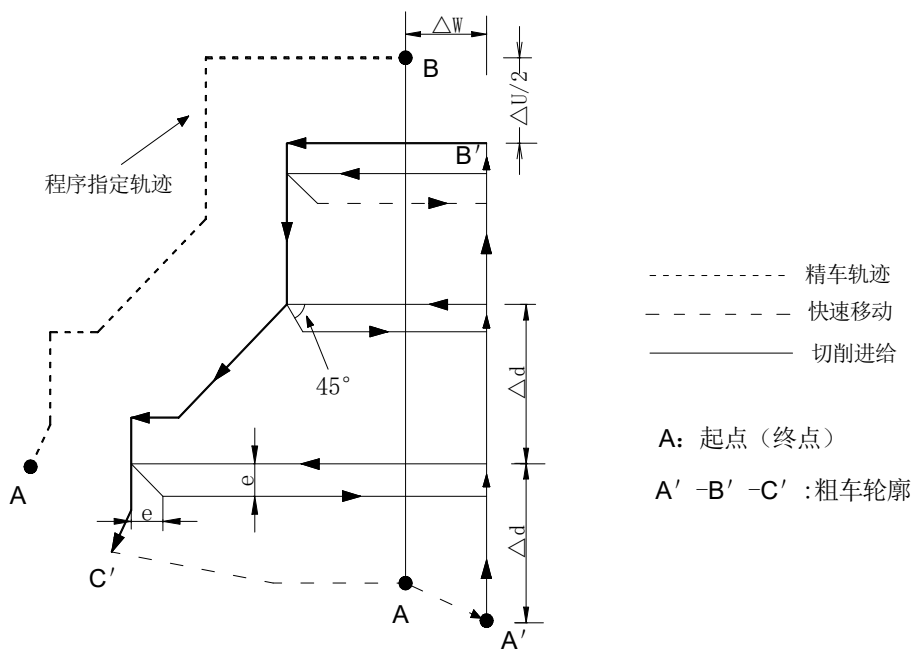

图 3-25 G71 代码循环轨迹
1) 代码执行过程：图 3-25。
① 从起点 A 点快速移动到A' 点，X 轴移动 $\Delta u$ 、Z 轴移动 $\Delta w$ ；
② 从A' 点 X 轴移动 $\Delta d$ ( 进刀)，ns 程序段是 G0 时按快速移动速度进刀，ns 程序段是 G1 时按G71 的切削进给速度F进刀，进刀方向与 A点→B点 的方向一致；
③ Z 轴切削进给到粗车轮廓，进给方向与 B点→C点 Z 轴坐标变化一致；
④ X 轴、Z 轴按切削进给速度退刀 e (45°直线)，退刀方向与各轴进刀方向相反；
⑤ Z 轴以快速移动速度退回到与A' 点 Z 轴绝对坐标相同的位置；
⑥ 如果 X 轴再次进刀( $\Delta d+e$ ) 后，移动的终点仍在A' 点→B' 点的联机中间( 未达到或超出B' 点)，X 轴再次进刀( $\Delta d+e$ )，然后执行③；如果 X 轴再次进刀( $\Delta d+e$ ) 后，移动的终点到达B' 点或超出了 A' 点→B' 点的联机，X 轴进刀至B' 点，然后执行⑦；
⑦ 沿粗车轮廓从B' 点切削进给至C' 点；
⑧ 从 C' 点快速移动到 A 点，G71 循环执行结束，程序跳转到 nf 程序段的下一个程序段执行。